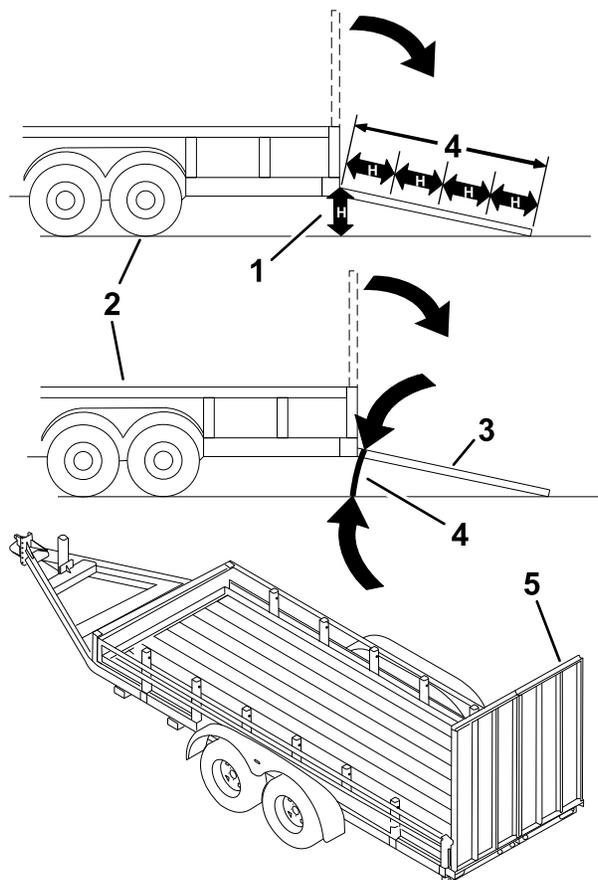

Figure 59
Le chargement de la machine sur une remorque ou un camion augmente le risque de basculement et donc de blessures graves ou mortelles (Figure 59).
3. Abaissez la rampe (**Figure 59**).